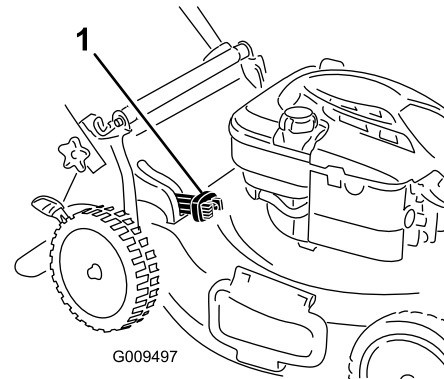

Bild 20
- Zum Sammeln des Schnittguts und Laubs drücken Sie die Taste am Hebel für den zuschaltbaren Fangkorb und bewegen den Hebel nach vorne, bis die Taste am Hebel herauspringt (Bild 20).